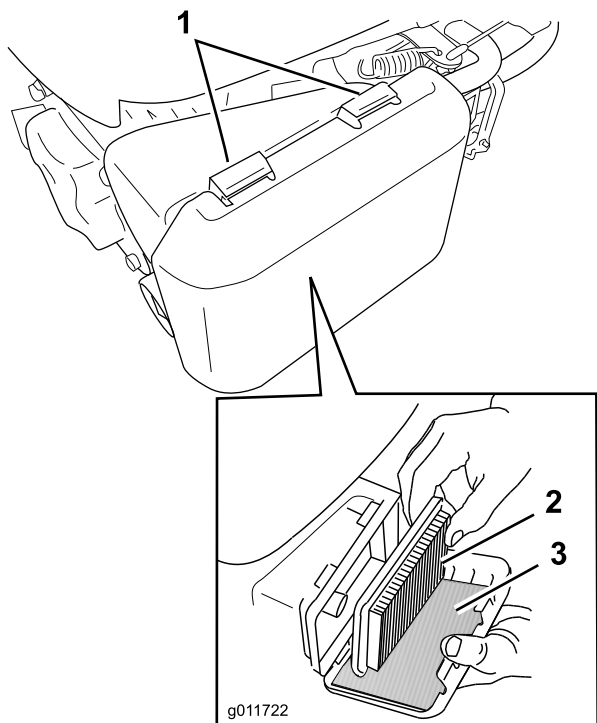

Figura 31
1. Presione hacia abajo los cierres de la parte superior de la tapa del limpiador de aire (Figura 31).
3. Retire el filtro de aire de papel y el pre-filtro de gomaespuma (Figura 31).